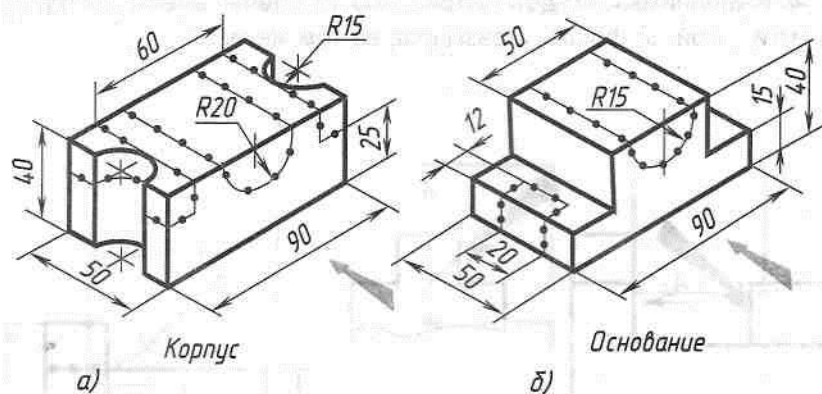

Рис. 151. Задания к графической работе № 8
5. Выполните по заданию учителя чертеж одной из деталей (рис. 151), у которой удалены части по нанесенной разметке. Направление проецирования для построения главного вида указано стрелкой.